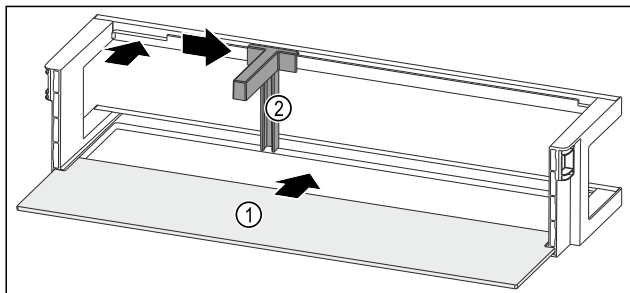

Fig. 152 Türabsteller mit Abstellfläche
- Abstellfläche Fig. 152 (1) in die seitlichen Aussparungen einschieben.
- Flaschenhalter Fig. 152 (2) in die Aussparung einsetzen.
- Flaschenhalter Fig. 152 (2) in gewünschte Position zur Seite schieben.